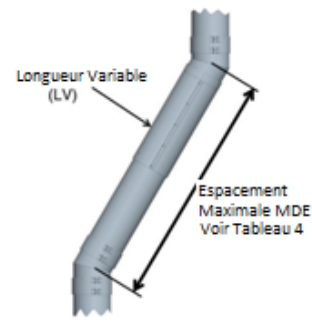

Figure 26 : Distance maximal entre deux support lors de déviation
1. La longueur de la déviation est déterminée par des considérations de résistance de force. La dimension maximale entre les supports est donnée dans le tableau 4, et est applicable à toutes les orientations horizontales et inclinées. Voir la figure 26.